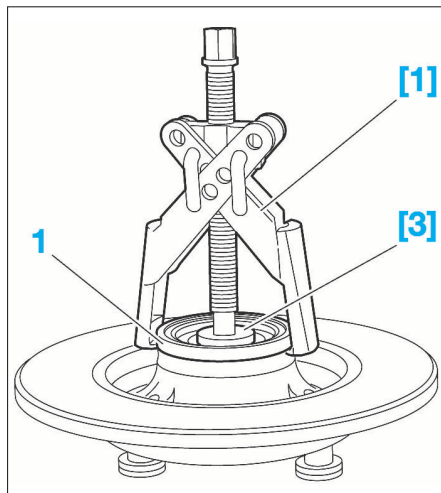

FIG. 40
- Poser les outils [3] (grain d'appui Ref. 0613-B3/0621-E) et [1] (extracteur FACOM U35) (Fig.40).